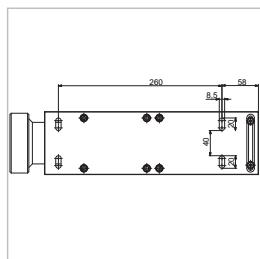

Figure 1
- ▶ Fixez le support de fixation au distributeur aux trous de montage de la station-service (*Figure 1*).